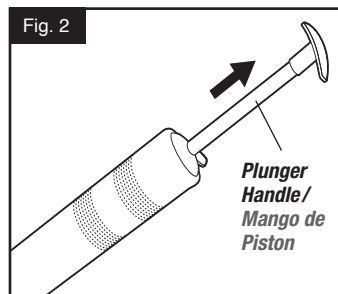

Fig. 2
2. Draw handle back fully so that the plunger rod catches and locks into place. (Fig. 2)
2. Jale completamente el mango hacia atrás para que la cabeza del pistón se asegure en su lugar. (Fig. 2)